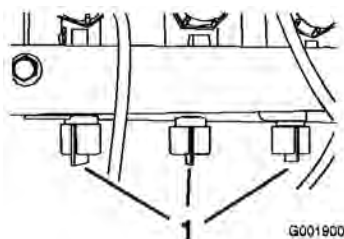

Bild 40
12. Verstellen Sie das Sicherheitsventil des Spritzgestänges (Bild 40) unter dem Spritzgestängereguliertventil für das abgestellte Spritzgestänge so lange, bis der auf dem Manometer angezeigte Druckwert dem in Schritt 9 angezeigtem Wert entspricht.